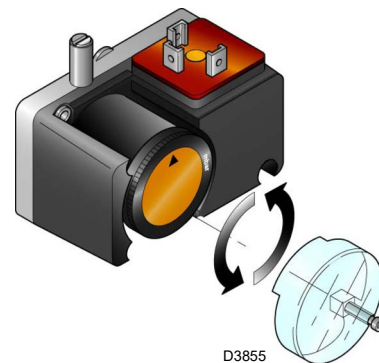

Fig. 30
- Regular el presostato gas de mínima (Fig. 30 a pag. 34) en el inicio de la escala.
Realizar el ajuste del presostato gas de mínima (Fig. 30) después de ajustar el quemador, las válvulas de gas y el estabilizador de la rampa.